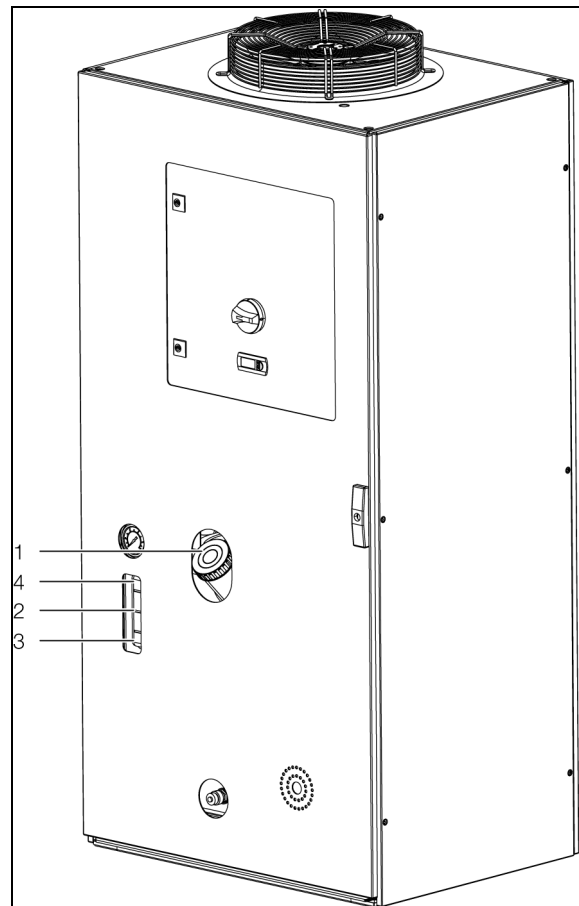

Abb. 32: Kühlmedium einfüllen (abgebildet 3335.790)
- Füllen Sie das Kühlmedium über den Füllstutzen (Abb. 32, Pos. 1) in den Tank des Chillers.
Die richtige Füllmenge (zwischen Min. und Max.) lässt sich an der Wasserstandsanzeige (Abb. 32, Pos. 2) außen am Tank ablesen, ohne dass die Tür des Chillers geöffnet werden muss.